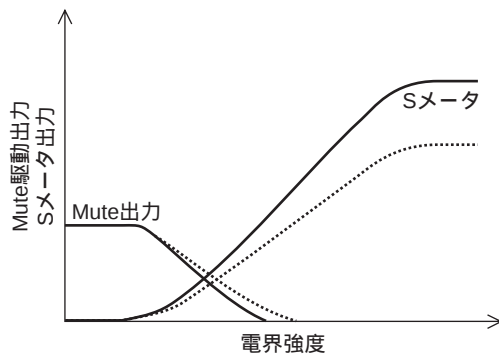

図24 R10可変時
- ・ 10ピン外付け抵抗値 (内部抵抗15k Ω との並列) によるSメータ傾斜変更 (図24)。